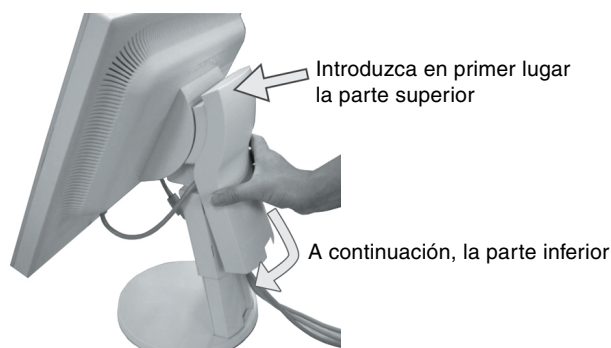

Figura D.1
9. Sujete firmemente todos los cables y coloque la tapa de los cables sobre el soporte (**figura D.1**).